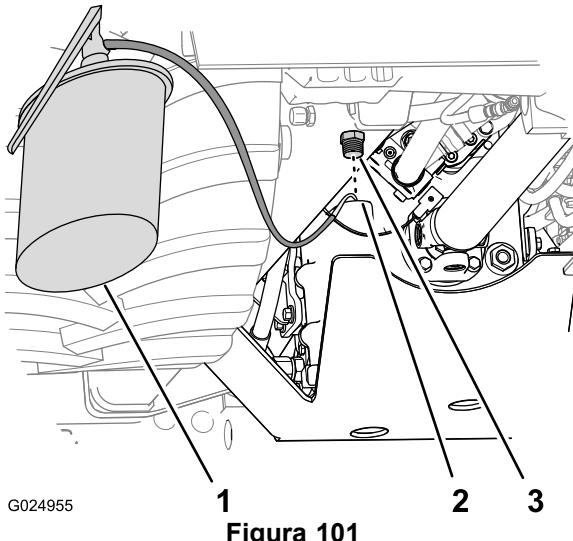

Figura 101
4. Adicione o óleo especificado na transmissão pelo orifício de abastecimento (Figura 101).